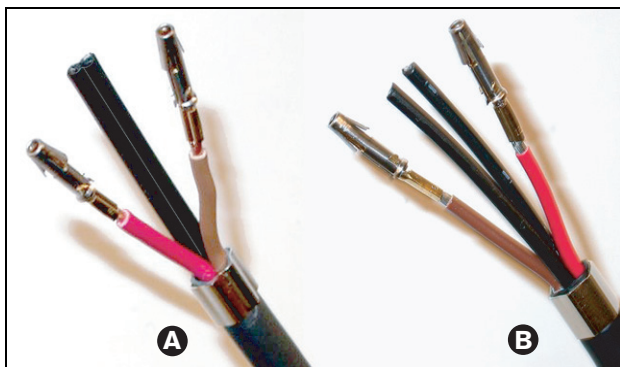

Abb. 29.15: Montierte Buchsenkontakte
- 12 Wiederholen Sie Schritt 10 bis 11 für die anderen abgezogenen Kupferdrähte. Auf Abb. 29.15 sehen Sie das Ergebnis dieses Verfahrensschritts.